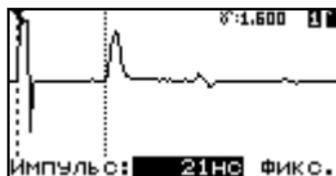

Рисунок 32
- **Импульс**. Изменение длительности зондирующего импульса при изменении диапазона расстояний происходит автоматически пропорционально диапазону, режим фиксированной длительности зонда (рисунок 32) устанавливается нажатием кнопок  $\blacktriangle$ ,  $\blacktriangledown$ . Для возврата в режим автоматической установки длительности необходимо одновременно нажать кнопки  $\blacktriangleleft$ ,  $\blacktriangleright$ .